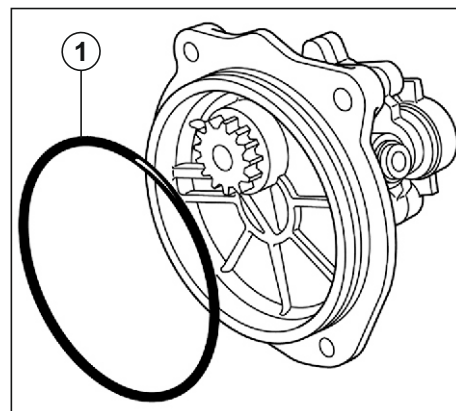
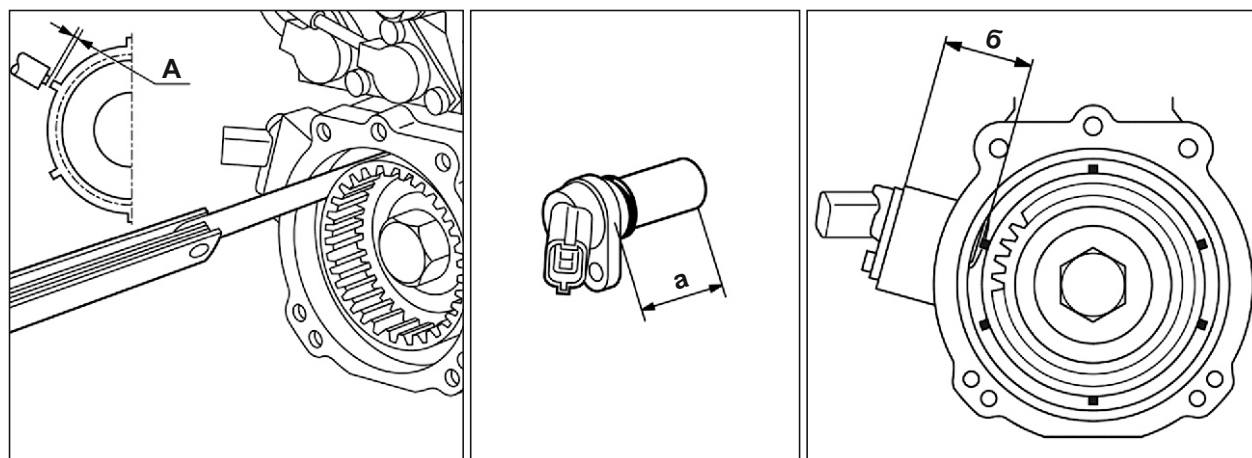

Рис. 99. Установка насоса топливоподкачивающего.
Рис. 100. Контроль установки датчика фазы.
1. Заменить старое уплотнение (1) на новое (см. Рис. 99).
2. Смазать новое уплотнение (1) моторным маслом.
5. Смазать уплотнение под датчик моторным маслом. Расчёт толщины прокладки, необходимой для обеспечения зазора "А" =  $0,3 \pm 0,1$  мм (см. Рис. 100):